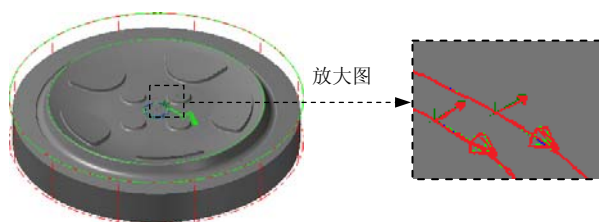

图 15.52 箭头方向
Step4. 设置加工区域。在图形区中选取图 15.52 所示的两条边界曲线，单击  按钮，
注意：在选取曲线时要是选取曲线的箭头方向与图 15.52 所示的方向相反可单击  按钮。